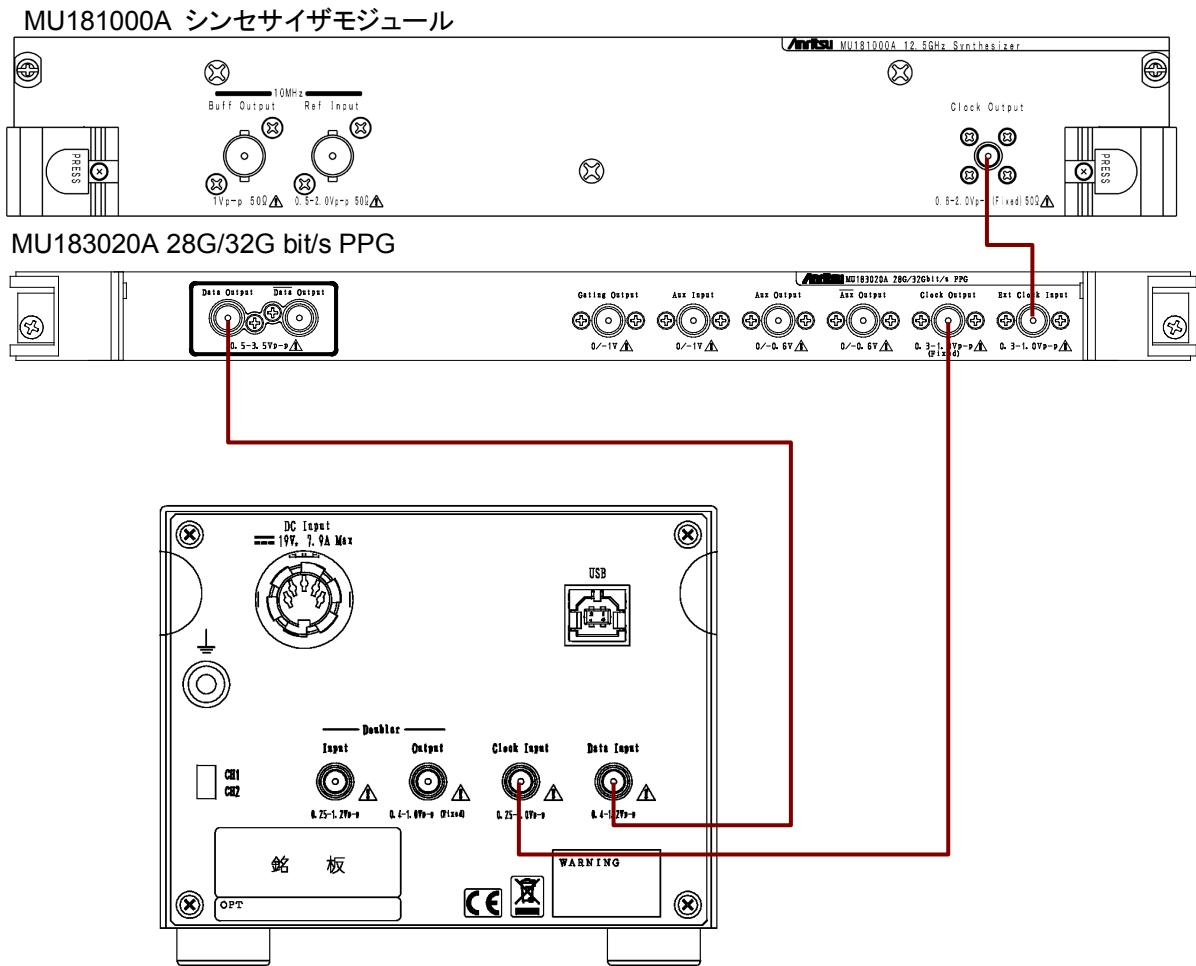

図3.3-6 MU183020A 28G/32G bit/s PPGとの接続 (ビットレート 2.4~14 Gbit/s)
| 5:UnitX:SlotY:MU183020A | 2.4~14 | | 図 3.3-6 |
- 図 3.3-6の接続では、MU183020A の Output Clock Rate を [Full rate] に設定してください。MU183020A の設定方法は『MU183020A 28G/32G bit/s PPG MU183021A 28G/32G bit/s 4ch PPG 取扱説明書』の「第5章 操作方法」を参照してください。